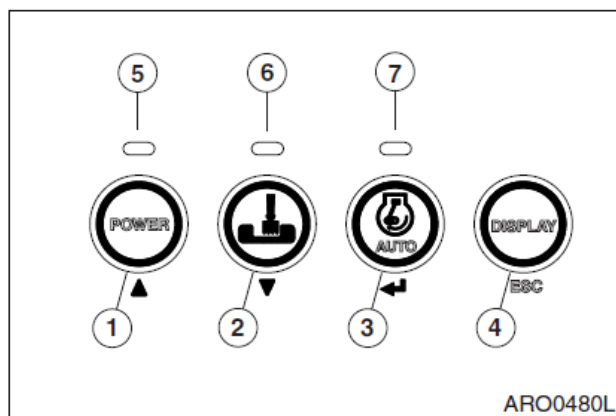

Рис. 50
2. Следует выбрать надлежащий режим мощности с помощью кнопок (1, рис. 50) до начала работы.
3. При нажатии кнопки режима мощности (1, рис. 50) прозвучит сигнал. Режим мощности может быть включен (**ON**) или выключен (**OFF**). При включенном режиме мощности (**ON**) загорается индикатор (5, рис. 50). Второе нажатие отключает режим мощности. При отключенном режиме мощности выключается светодиодный индикатор (5, рис. 50), и происходит возврат к стандартному режиму.